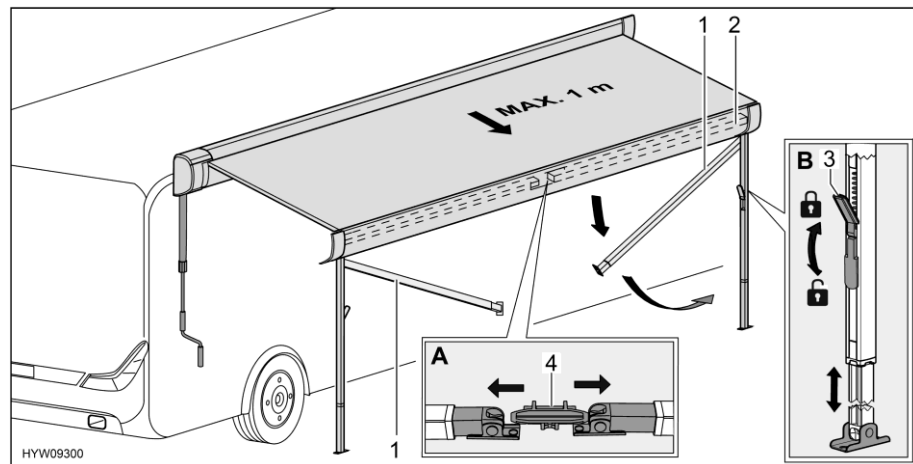

Bild 15 Förbereda stödfötterna
- Lossa stödfötterna (Bild 15,1) ur fästet (Bild 15,4) i frontlisten (Bild 15,2). Tryck stödfötterna lätt utåt (Bild 15,A).
- Lossa stödfötternas lås (Bild 15,3). Fäll ned låsarmen.
- Dra ut stödfötternas nedre del till önskad längd (Bild 15,B).
- Stäng stödfötternas lås (Bild 15,3). Fäll upp låsarmen.